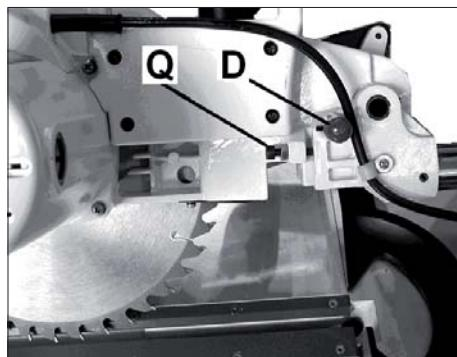

Рис. 2
- Аби розблокувати голову пилки, витягніть фіксатор (D, Рис. 2) голови пилки. Голова пилки повільно піднімається додори.
- Закрутіть блокувальну рукоятку (Р, Рис. 2), за допомогою ручки повільно опустіть голову пилки.
- Послабте блокувальну рукоятку (L, Рис. 2).
- Відсуньте кожух пиллярного диску (Р, Рис.2), за допомогою ручки повільно опустіть голову пилки.